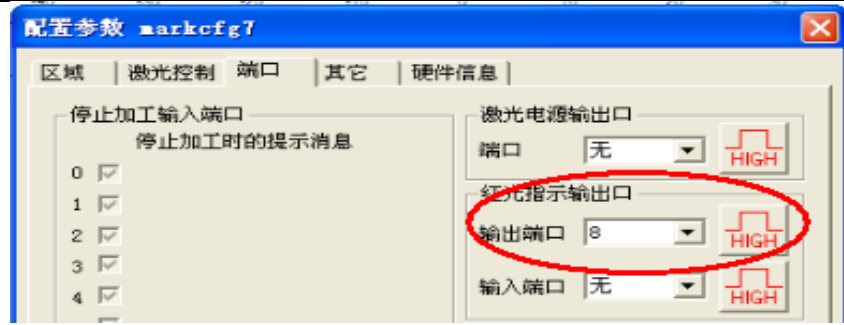

图 8 设置输出口“8”
- 2) 点开“端口”对话框，在“红光指示输出”区域选择输出口“8”和高电平有效，如图 8：